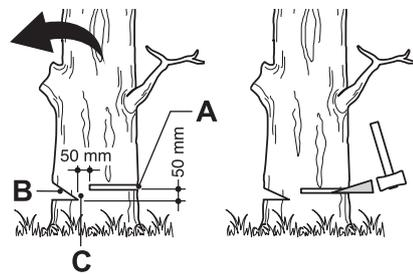

Fig.30
Effectuez une entaille (Fig. 30, B) d'une profondeur égale à 1/3 du diamètre de l'arbre, perpendiculairement au sens de la chute (Fig. 30). Faites la coupe horizontale en premier. Ainsi, la chaîne et le guide-chaîne ne risqueront pas d'être coincés dans le bois lorsque vous ferez la deuxième entaille.
- Le trait d'abattage (Fig. 30, A) doit être situé au moins 5 cm au-dessus de la ligne horizontale de l'entaille d'abattage (Fig. 30), et il doit être strictement parallèle à celle-ci. Laissez entre l'entaille et le trait d'abattage une épaisseur de bois assez conséquente pour pouvoir constituer une charnière. La charnière (Fig. 30, C) a pour but d'éviter que l'arbre ne pivote et tombe dans la mauvaise direction. Ne la coupez pas.